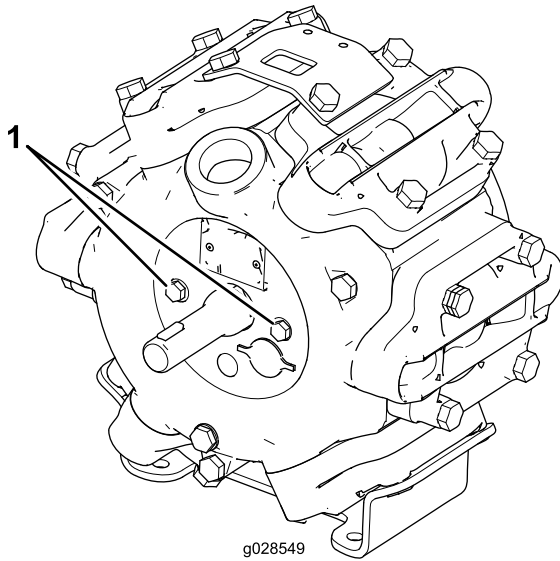

Figura 1
1. Rimuovete i 2 bulloni che si trovano sui lati sinistro e destro dell'albero di ingresso della pompa dell'irroratrice (Figura 1).